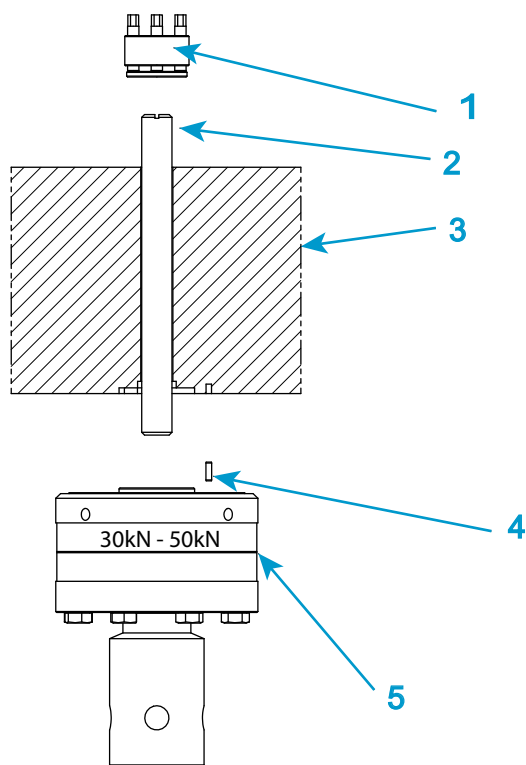

Figure 19. Installer un capteur de force série 2530 - capacités 30 kN et 50 kN
Légende pour Figure 19
1. Consultez la Figure 19 à la page 86 et sa légende.